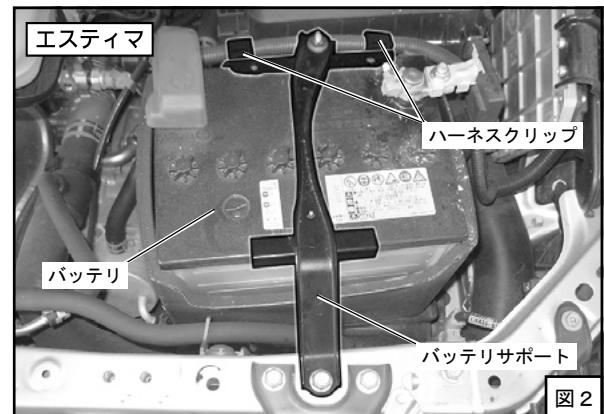

図2
- (3) **エスティマ** ハーネスクリップ2ヶを外した後、バッテリのプラス端子（+）からケーブルターミナルを取り外してください。
- (4) **エスティマ** ボルト、ナットを取り外し、バッテリサポートを取り外してください。（図2）
- (5) **エスティマ** 車両からバッテリを取出してください。
(7) エアフロメータセンサにコネクタを接続してください。
(9) **[エスティマ]** バッテリのプラス端子(+)にケーブルターミナルを取付け、ハーネスクリップを固定してください。 (図 2)